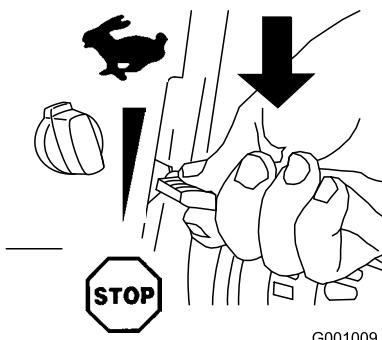

Figura 29
- Portate l'acceleratore in posizione Stop (Figura 29).